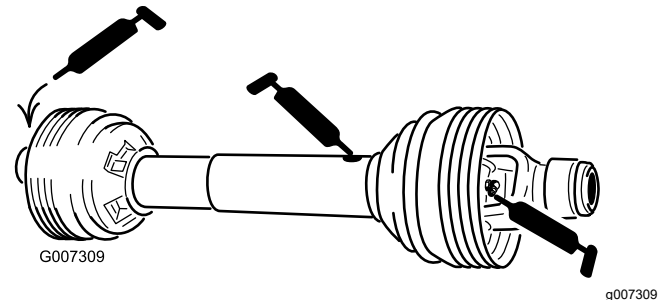

Figure 28
Arbre d'entraînement de PDF (3) (Figure 28)